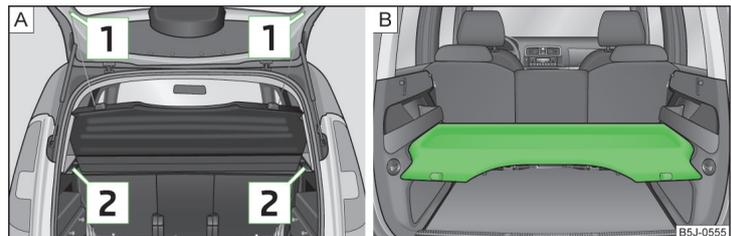

Fig. 66 Desmontar la cubierta del maletero / cubierta del maletero en la posición inferior
- Desenganchar las cintas de sujeción **1** » fig. 66.
También se puede colocar la cubierta del maletero en la posición inferior sobre los elementos de apoyo » **fig. 66 - [B]**.